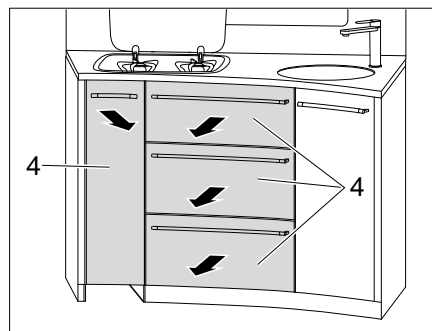

Bild 127 Küchenschubladen herausnehmen
- Küchenschubladen (Bild 127,4) herausnehmen.